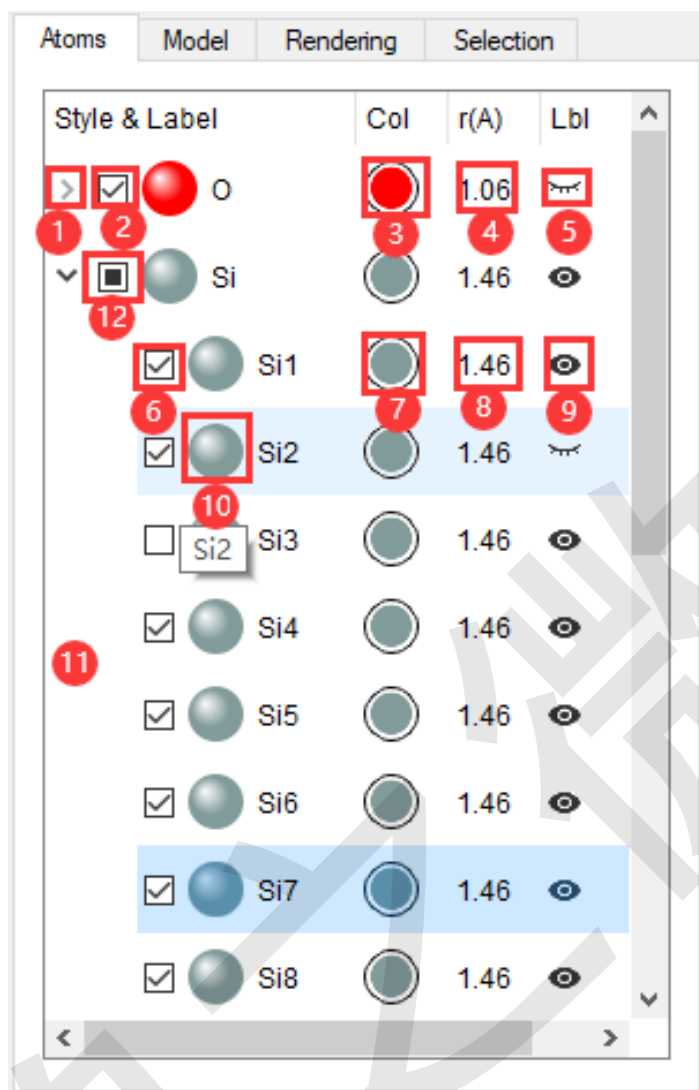
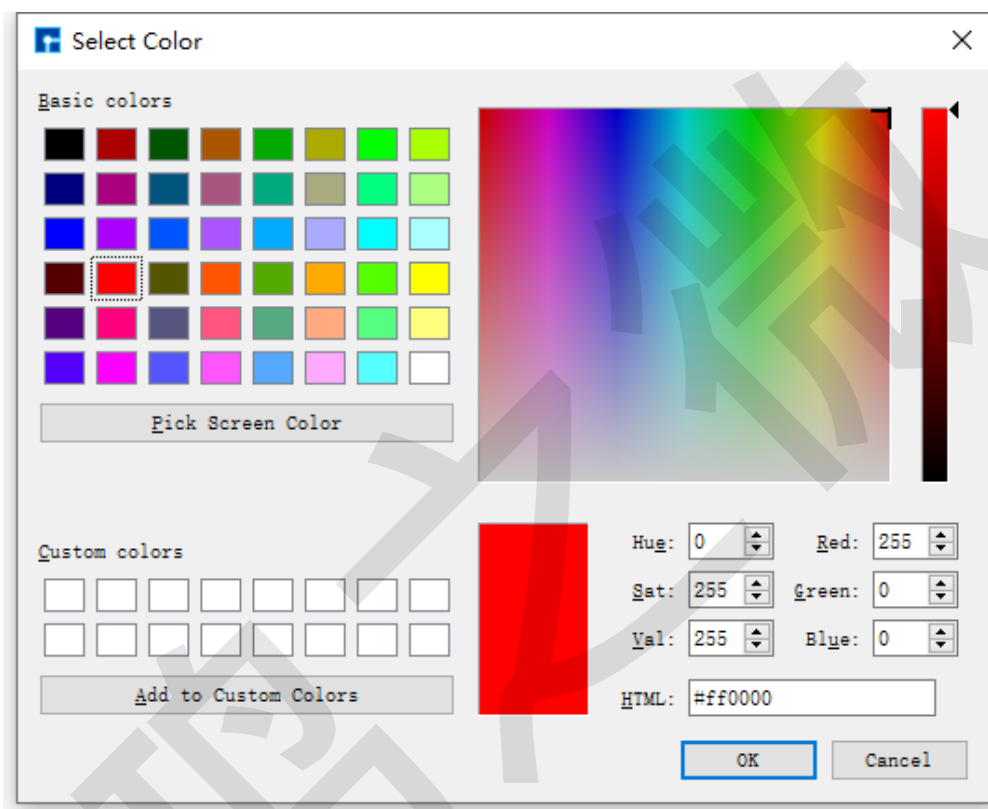

图 7.11: 原子结构精修模块参数调节区域-Atoms 区域
图 7.12: Select Color 界面
原子结构精修模块（Structure Refinement Module，简称：**SRM**）参数调节区域的 Atoms 区域如 图 7.11 所示，该模块功能如下：
对原子结构精修模块（Structure Refinement Module，简称：**SRM**）参数调节区域的 Atoms 区域，即 图 7.11 中各标号功能进行说明如下：
- 图 7.11 中标号 ①：将结构中的原子按照元素模式收缩或按照标签模式铺开；
- 图 7.11 中标号 ②：在 *SRM*-结构显示区域 显示或隐藏结构中同一元素的所有原子；
- 图 7.11 中标号 ③：修改结构中同一元素的颜色；
- 点击图 7.11 中标号 ③ → 弹出 Select Color 界面如图 7.12 所示 → 选择颜色或填写 RGB 值 → 点击 OK 按钮，即可修改 O 元素颜色（即：所有 O 原子颜色）。
- 图 7.11 中标号 ④：修改结构中同一元素的半径；
- 双击图 7.11 中标号 ④ → 修改半径数值，即可修改 O 元素半径（即：所有 O 原子半径）。
- 图 7.11 中标号 ⑤：在 SRM-结构显示区域 显示或隐藏结构中同一元素所有原子的标签；
- 图 7.11 中标号 ⑥：在SRM-结构显示区域显示或隐藏结构中某一原子；
- 图 7.11 中标号 ⑦：修改结构中某一原子的颜色；
- 点击图 7.11 中标号 ⑦ → 弹出 Select Color 界面如图 7.12 所示 → 选择颜色或填写 RGB 值 → 点击 OK 按钮，即可修改 Si1 原子颜色。
- 图 7.11 中标号 ⑧：修改结构中某一原子的半径；
- 双击图 7.11 中标号 ⑧ → 修改半径数值，即可修改 Si1 原子半径。
- 图 7.11 中标号 ⑨：在SRM-结构显示区域显示或隐藏结构中某一原子的标签；
- 图 7.11 中标号 ⑩：鼠标放置在该位置可悬浮显示原子的标签；
- 当原子标签过长显示不齐全时，可将鼠标放置在该位置，则会显示该原子完整的标签。如鼠标放置在图 7.11 中标号 ⑩ 位置处，则显示 Si2 原子完整的标签。
- 图 7.11 中标号 ⑪：可以是 Atoms 区域的任一位置，可通过鼠标右击的方式修改结构中所有元素的颜色或半径；
- 点击 图 7.13 中标号 ⑨ → 弹出 Select Color 界面如 图 7.12 所示 → 选择颜色或填写 RGB 值 → 点击 OK 按钮，即可修改SRM-结构显示区域 背景颜色。
- *Color*：显示选中原子（如：O43 原子）的颜色。点击 *Color* 后的颜色按钮 → 弹出 Select Color 界面如图 7.12 所示 → 选择颜色或填写 RGB 值 → 点击 *OK* 按钮，即可修改 O43 原子颜色；